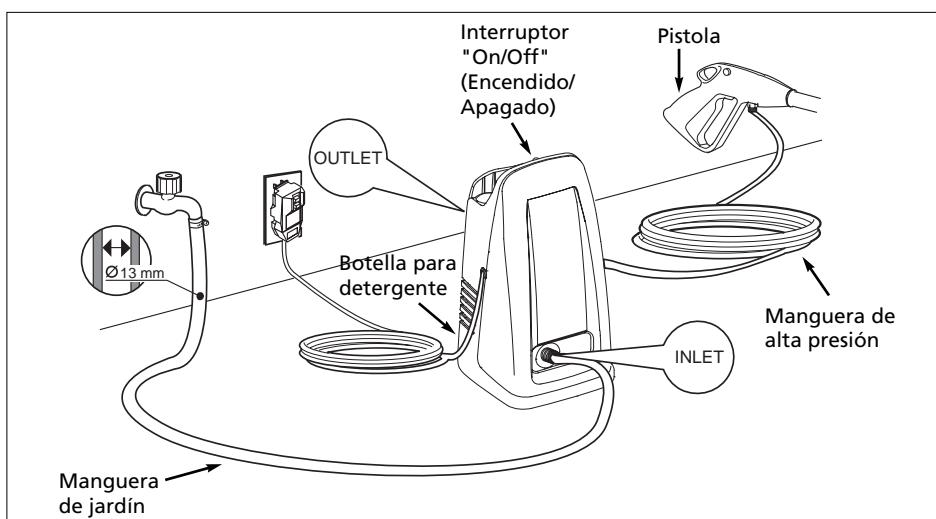

**Figura 4 - Conexión de la pistola y lanza**
1. Inserte la lanza en la pistola y gírela en el sentido de las agujas del reloj hasta que llegue a su tope, como se muestra en la Figura 4.